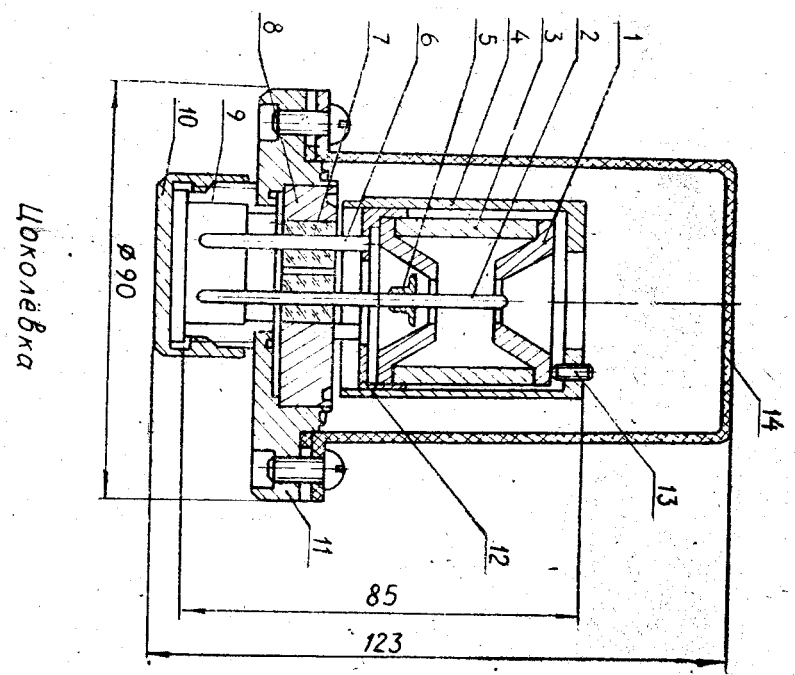

Рис. 1
5.2. Электричная система преобразователя монтируется на фланце 8 (рис. 1), имеющем четыре изолятора 7, изготовленных методом напряженного вакуумного спая нержавеющей стали и непрозрачного стекла С85-2.
Для разборки преобразователя снимите держатель 4 (рис. 1). Для этого нужно отвернуть 13 и повернуть держатель, чтобы его выступы вошли в пазы чашки. Снимите катод. Разборка катода производится с помощью отвертки. Отвертка вставляется в отверстие од-